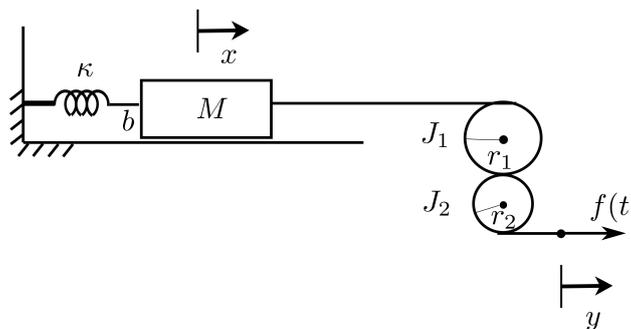

Figura 3 -Sistema massa-mola-engrenagens.
3. Considere o sistema massa-mola-engrenagens apresentado na Figura 3 em que uma massa M está presa a parede com uma mola de constante elástica κ e o coeficiente de atrito entre a massa e o ar é b . Essa massa está conectada em um sistema de engrenagens com momentos de inércia J_1 e J_2 com raios, respectivamente r_1 e r_2 . O conjunto é movimentado através de uma força $f(t)$ aplicada às engrenagens como mostra a figura.